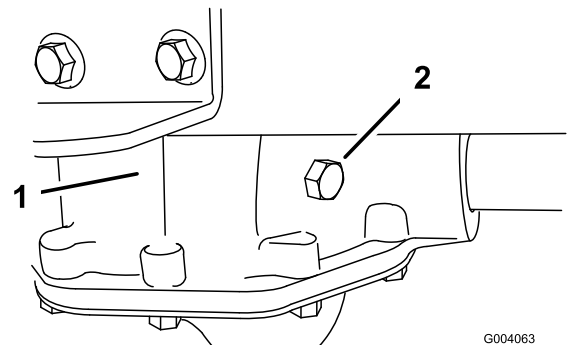

Bild 45
2. Entfernen Sie die Sicherungsschraube an der Antriebsachse (Bild 45).